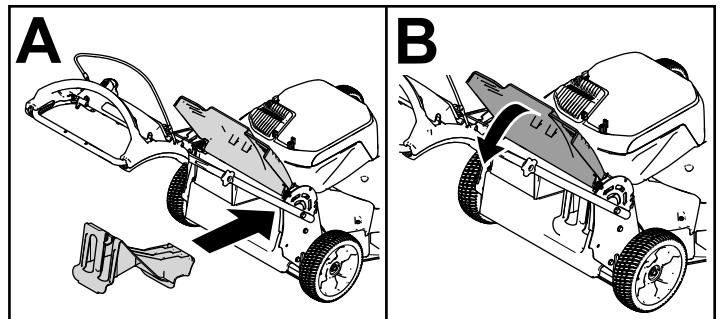

Bild 17
- Wenn die Heckauswurfklappe nicht eingesetzt ist, fassen Sie sie am Griff an, heben das Heckablenklech an und setzen den Heckauswurfkanal ein, bis der Riegel arretiert, siehe Bild 17.
**Wichtig:** Stellen Sie sicher, dass die Heckauswurfklappe eingesetzt ist, bevor Sie den Rasenmäher als Recycler einsetzen (Bild 17).